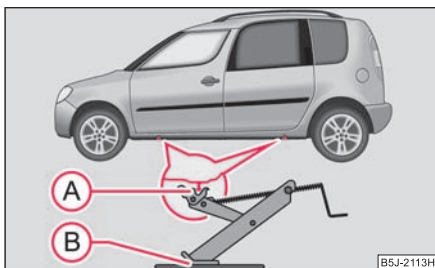

Fig. 193 Înlocuirea roții:
- Pentru ridicarea autovehiculului căutați punctul de fixare a cricului cel mai apropiat de roata defectă - în prag → fig. 193.
- Așezați cricul astfel încât gheara acestuia să cuprindă elementul vertical din prag (A), și suprafața de sprijin a cricului (B) să se afle complet pe sol.